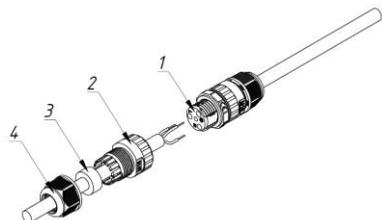

Рисунок 6. Кабельная муфта.
5.4. Проведите питающий кабель через окошко в задней части корпуса светильника и произведите подключение через влагозащитную муфту (см. рисунок 6 и схему на рисунке 8).
Проденьте кабель через зажимную гайку, уплотнитель кабеля и корпус муфты, см. рисунок 6.